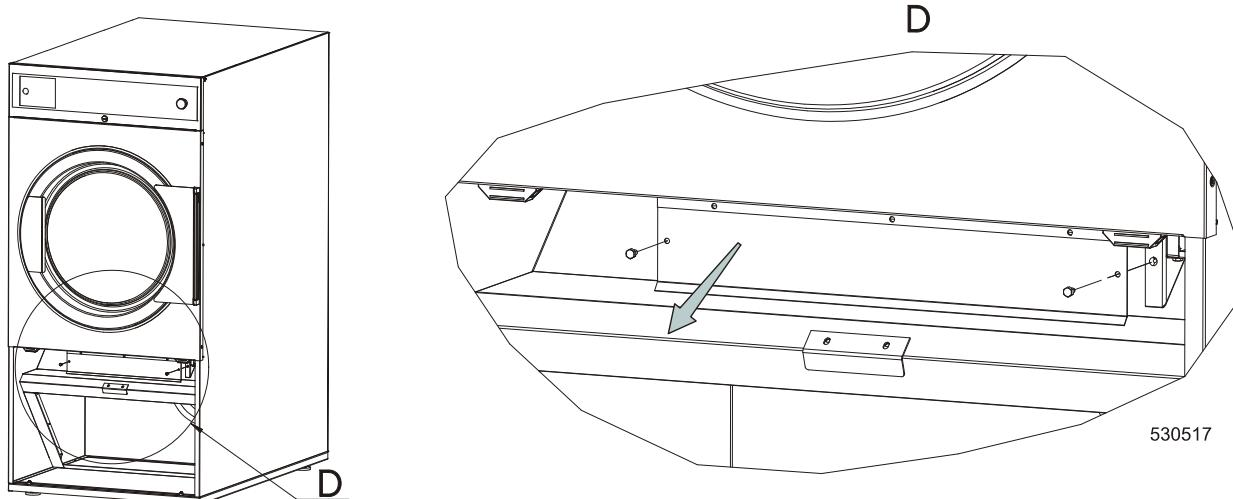

Рис. 9.4.
6. Снимите крышку фильтра. Снимите крышку под сушильным барабаном, рис. 9.4. Вычистите внутреннее пространство пылесосом. Верните крышку обратно на место, не относится к 24кг (53фт), 35кг (77фт).